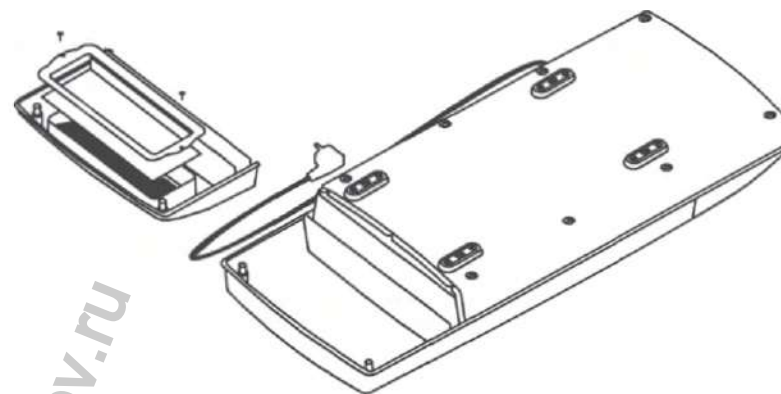

Рисунок 7
- вывернуть два винта соединяющие рамку с корпусом рециркулятора (рисунок 7) и вынуть использованный фильтр, соблюдая правила обращения с инфицированными материалами. Утилизация использованного фильтра осуществляется в соответствии с требованиями СанПиН 2.1.7.2790-10 «Санитарно-эпидемиологические требования к обращению с медицинскими отходами».